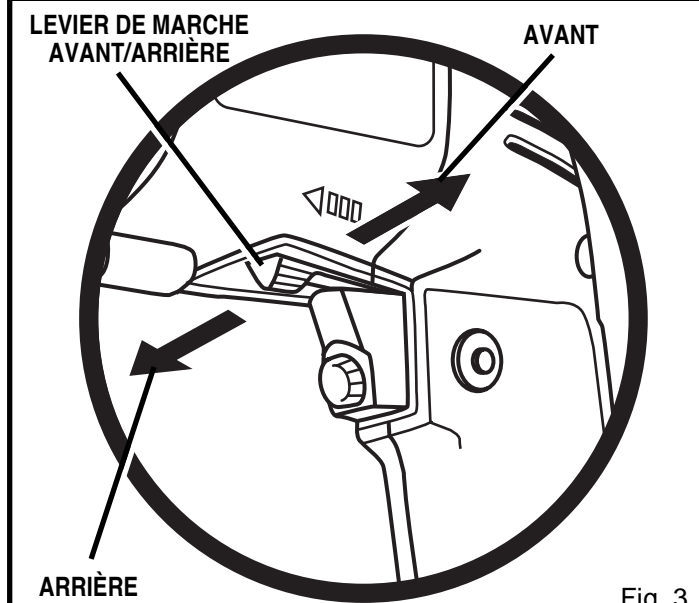

Fig. 3
Voir figure 3.
2. Vérifiez le levier du sens de rotation pour obtenir le bon réglage (avant ou arrière). Voir figure 3, page 6.